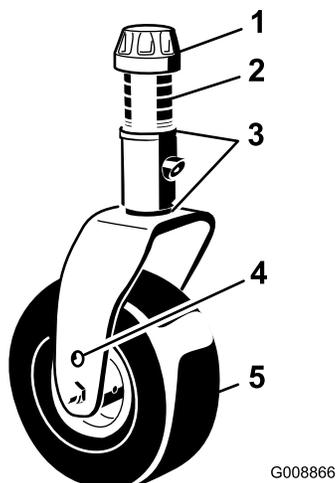
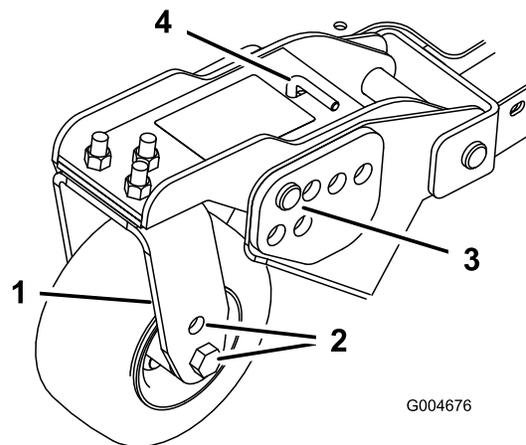
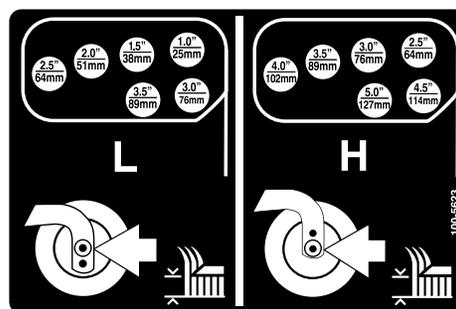

Figura 20
Figura 22
Figura 23
1. Posizionate gli assali delle ruote orientabili negli stessi fori di tutte le forcelle (Figura 20 e Figura 22). Vedere lo schema seguente per stabilire il foro corretto per la regolazione.
2. Togliete il cappuccio di tensione dall'asse del perno (Figura 20) ed estraete il perno dal braccio della ruota orientabile. Montate i due spessori (3 mm) sull'asse dei perni, come erano montati in origine. Questi spessori servono per ottenere un livellamento sull'intera larghezza degli apparati di taglio. Mettete il numero opportuno di distanziali da
- Togliete la coppia ed i perni con testa dai bracci di rotazione delle ruote orientabili (Figura 22).
- Girate il tenditore per alzare o abbassare il braccio di rotazione finché i fori non sono allineati con i fori della staffa dell'altezza di taglio selezionati, nel telaio dell'apparato di taglio (Figura 22 e Figura 23).